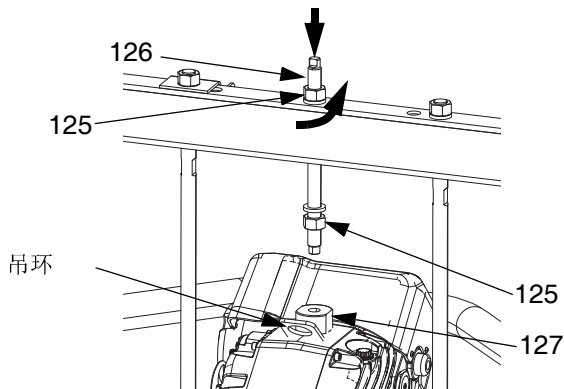

图 41: 55 加仑压盘
5. 断开连接驱动器 (AB):
- a. 将安全起重机安装到驱动器吊环上。松开横杠下面的螺母 (125)。
- b. 用一把扳手夹住吊环转换接头 (127) 不动，并用另一把扳手松开横杠上方的螺杆 (126)。参见图 41。